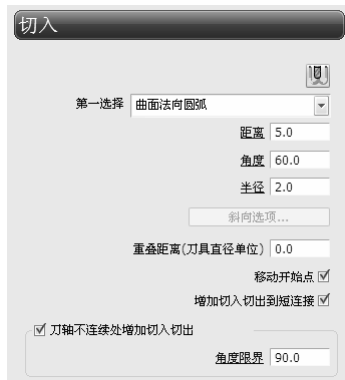

图 5-105 “切入”选项卡
- 1) 选择“切入”选项，选择“曲面法向圆弧”切入方式，设置“距离”为 5.0，“角度”为 60.0，“半径”为 2.0，如图 5-105 所示。